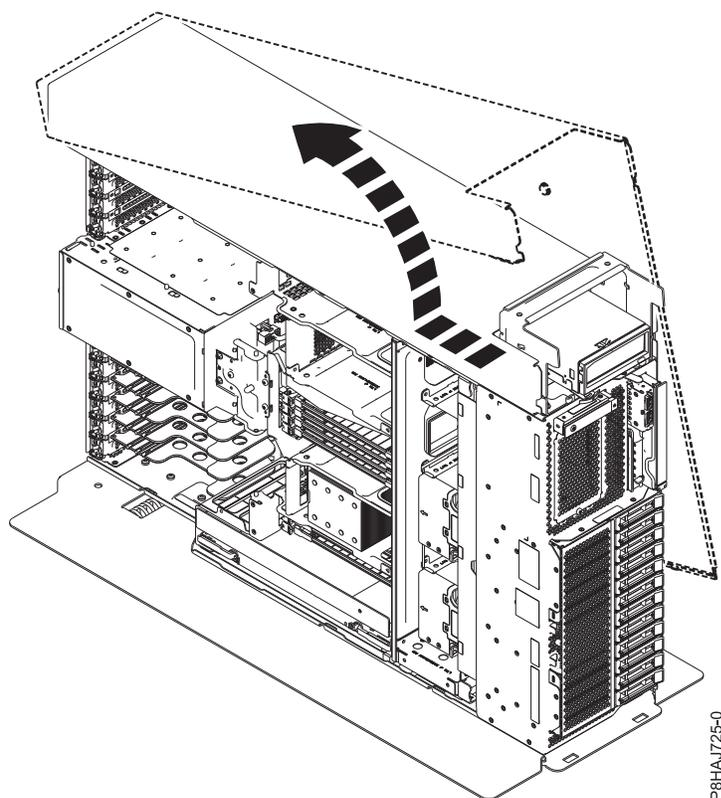

Figure 33. Retrait du capot latéral du système 8286-41A
5. Séparez le capot latéral du système en le faisant coulisser dans la direction indiquée figure 33.